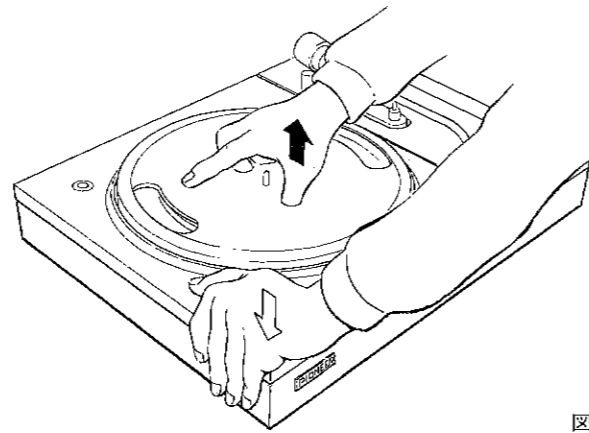

図21
- 4 ターンテーブルを取りはずします。ターンテーブルを取りはずすときは、ターンテーブルの2つの穴に指を入れ、強く真上に引っぱり上げるとはずれます(図21参照)。